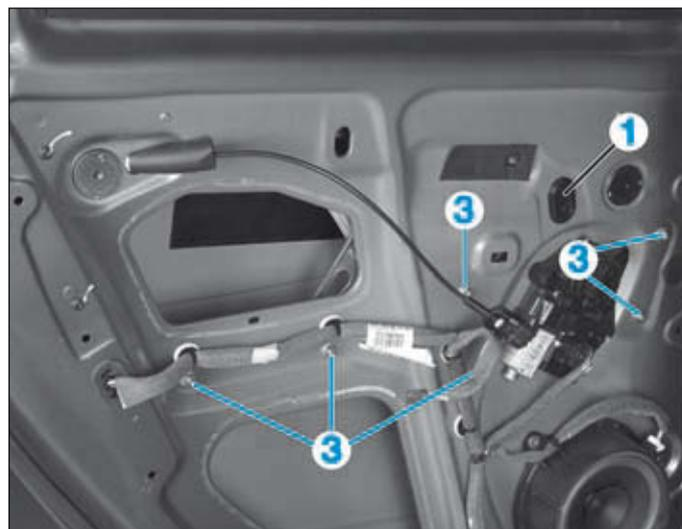

FIG.74
- l'obturateur (1) (Fig.74).
- les vis (3) (Fig.74),
- l'obturateur (1) (Fig.74)